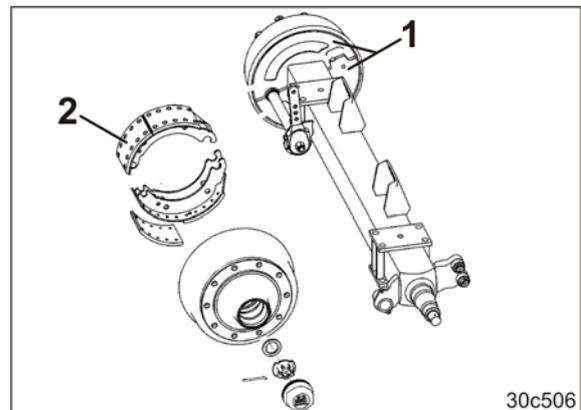

Fig. 283
1. Beide Abdeckbleche (Fig. 283/1) an der Innenseite der Bremstrommel abschrauben.
Eingedrungener Schmutz kann sich auf den Bremsbelägen (Fig. 283/2) absetzen und dadurch die Bremsleistung wesentlich verschlechtern.